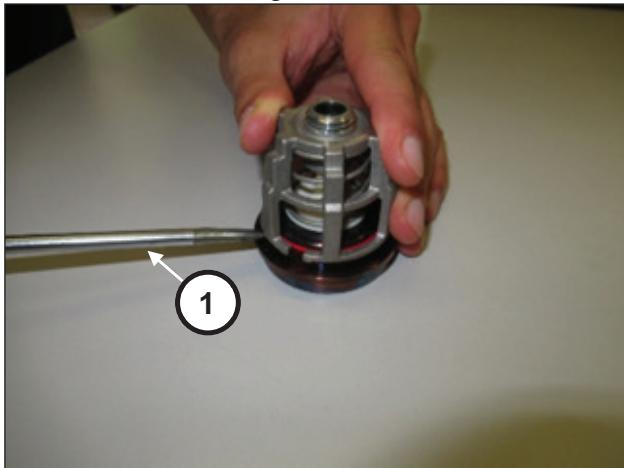

Abb. 142
Bauen Sie die Saug- und Druckventilgruppen durch Aushebeln mithilfe einfacher Werkzeuge aus (Pos. ①, Abb. 142).